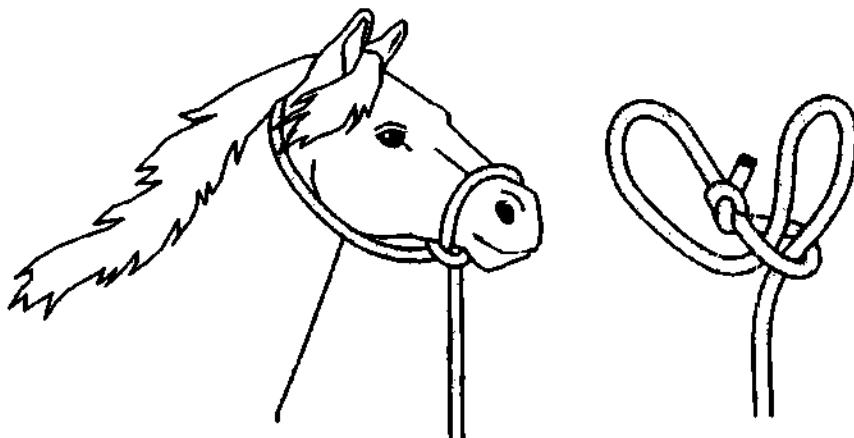

Рис. 422. Двойная петля.
**Двойная петля** издавна использовалась в качестве недоуздка. Она хоть и затягивается, однако не душит животное и не причиняет ему боль, потому что после прекращения нагрузки тут же ослабляется (рис. 422).